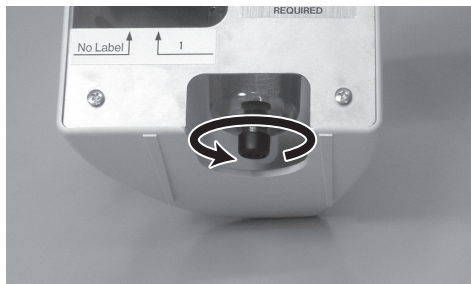

図16
(1) フィルター内の水抜き方法
フィルター点検窓④よりフィルターボールを見て、水が溜まっていたら、底から指を差し入れてドレンを矢印の方向（反時計方向）へ回してフィルター内の水を抜いてください(図16)。水を抜いたらドレンを逆方向に回してしっかりと締めてください。